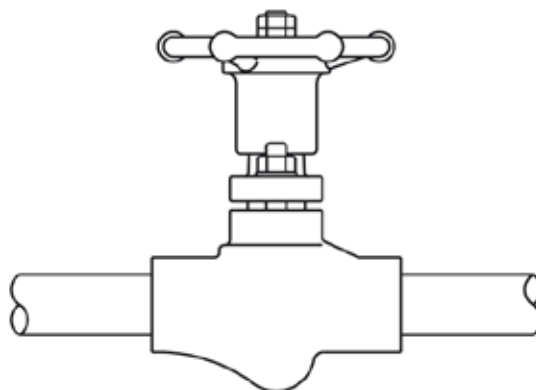
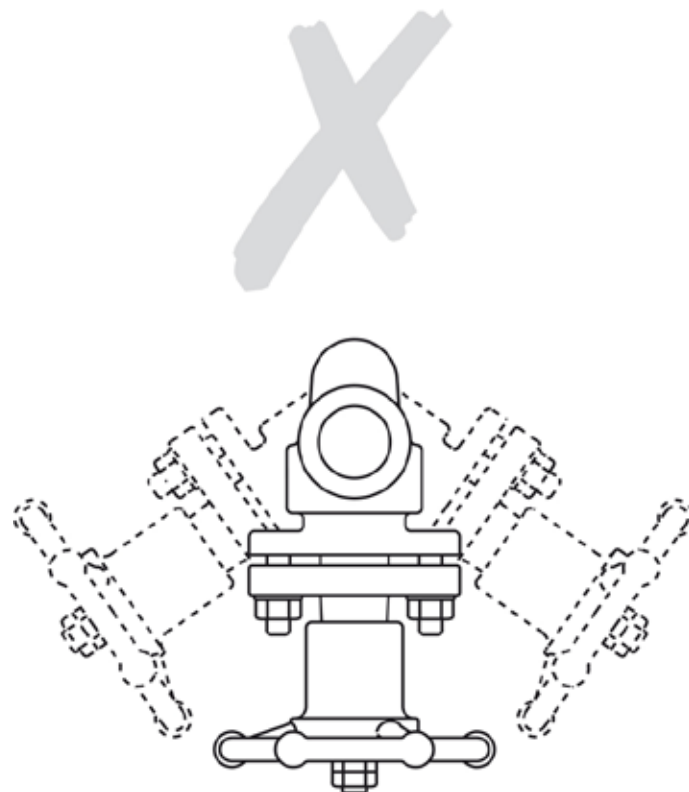

Fig. 3 - Les bonnes orientations pour l'installation
Fig. 4 - Mauvaises orientations pour l'installation
- 3.1 Installer le robinet dans le sens d'écoulement du fluide indiqué par la flèche sur le corps du robinet. La meilleure position pour l'installation est avec la tige verticale. Le robinet peut être installé de la position verticale à la position horizontale (voir Fig. 3). Ne pas monter le robinet avec le volant sous la ligne Fig. 4).